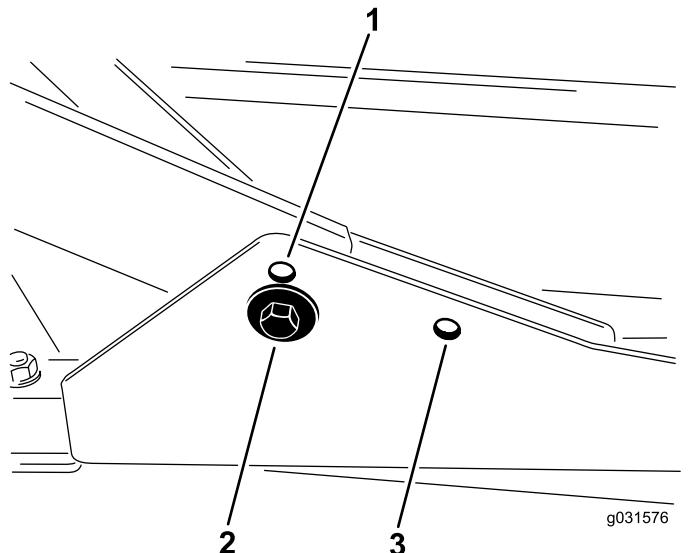

Figure 16
- Pour les hauteurs de coupe entre 2 et 7,6 cm, montez les bâts porteurs avant dans les trous inférieurs avant (Figure 16).
- Pour les hauteurs de coupe entre 6,3 et 10 cm, montez les bâts porteurs avant dans les trous supérieurs avant (Figure 16).
Quelle que soit la hauteur de coupe, le plateau de coupe arrière doit être monté dans les trous de montage arrière (Figure 16).